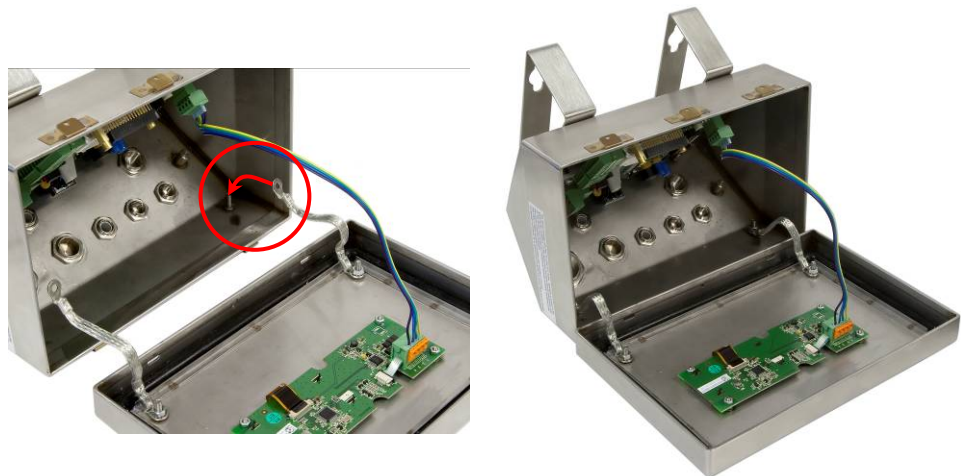

Figura A-21: coperchio rovesciato
- C. Ruotare con attenzione il coperchio anteriore di 180 gradi e riapplicare le due cinghie di terra ai due perni accanto ai manicotti di serraggio utilizzando i due dadi precedentemente rimossi come mostrato in Figura A-21. Serrare i due dadi.